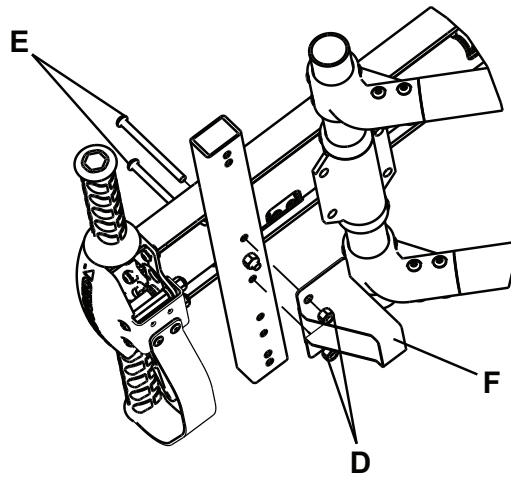

Figure 7 – Support de guidage
- a. À l'aide d'une clé hexagonale M4 et d'une clé M11, retirer les deux écrous hexagonaux Fiberlock (D) des deux vis à six pans creux (E) du côté pieds de la civière (Figure 7). Conserver les écrous et les vis.
- b. Placer le support de guidage fourni (F) (610000010008) au-dessus des deux vis à six pans creux (conservées à l'étape 3a) (Figure 7). À l'aide d'une clé dynamométrique, fixer à l'aide des écrous hexagonaux Fiberlock (D) (retirés à l'étape 5a).